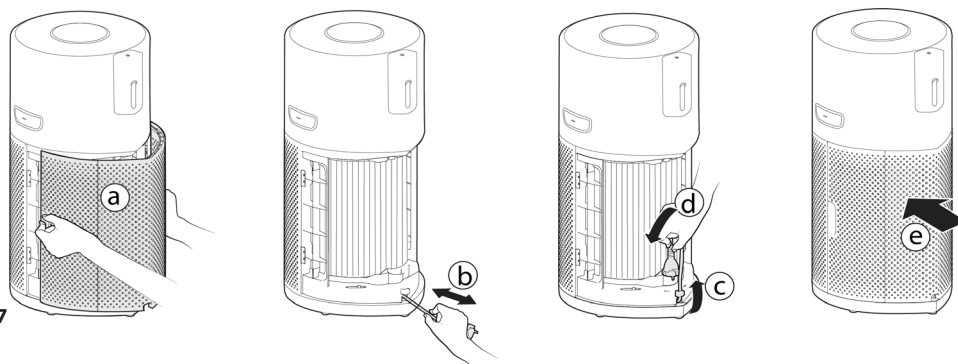

Рис. 17
5. Снимите крышку блока забора воздуха [Рис. 17а] и намотайте шнур на катушку, потянув его [Рис. 17б], закрепите шнур с помощью крючка для хранения, а затем вставьте вилку в транспортное положение. [Рис. 17с,d] Установите крышку блока забора воздуха. [Рис. 17е]